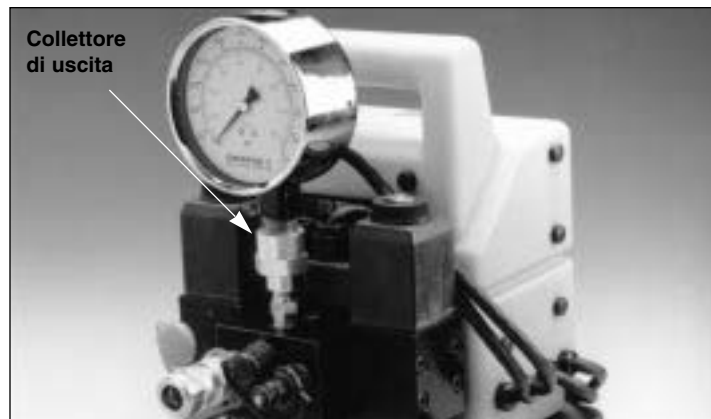

Figura 3: Collettore di uscita della pompa
1. Giuntare i tubi flessibili al collettore di uscita della pompa illustrato nella figura 3. ACCERTARSI che si tratti del tubo flessibile contrassegnato dalla dicitura "ENERPAC 800 SERIES - 800 BAR/11,600 PSI MAX". La bocca "A" è designata per l'estensione e la porta "B" per il ritorno del pistone nella chiave. Le pompe spedite prevedono già l'installazione delle metà dei manicotti alle bocche della pompa, in modo da facilitare il collegamento dei tubi flessibili alla chiave.